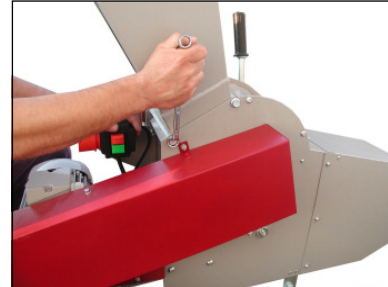

Bild 27
- nehmen Sie den oberen Trichter durch Lösen (nicht herausdrehen) der 4 Befestigungsschrauben (SW 15) ab (siehe „Bild 27“), beachten Sie, dass die Gewindestange für den Sicherheitsschalter nach oben vorher herausgedreht werden muss
- setzen Sie nun den oberen Trichter wieder auf den Schredder, achten Sie darauf, dass die Gewindestange in die Halterung des Sicherheitsschalters kommt, ziehen Sie die 4 Befestigungsschrauben (SW 15) wieder an (siehe „Bild 27“)